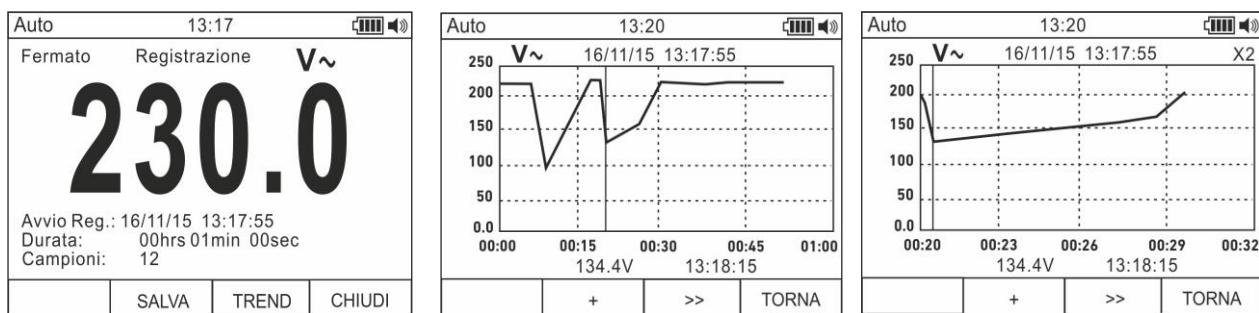

Fig. 11: Avvio registrazione dati
9. Lo strumento mostra il tempo residuo e il numero dei campioni acquisiti in tempo reale e il messaggio “Fermato” al termine della registrazione (vedere Fig. 11 – parte sinistra). Premere il tasto **F4 (STOP)** per fermare la registrazione in qualunque momento
11. Premere il tasto **F3 (TREND)** per visualizzare l'andamento della registrazione (vedere Fig. 11 – parte centrale)
12. Premere il tasto **F4 (=>)** per muovere il cursore sul grafico e il tasto **F2 (+)** per attivare la funzione di Zoom del grafico aumentando la risoluzione (il simbolo “Xy” in cui y=max dimensione zoom appare nella parte alta destra del display) (vedere Fig. 11 – parte destra). E' possibile eseguire operazioni di Zoom X1 per **almeno 15 punti di misura**, X2 per **almeno 30 punti di misura**, X3 per **almeno 60 punti di misura** e così via per un massimo di **6 operazioni di Zoom**